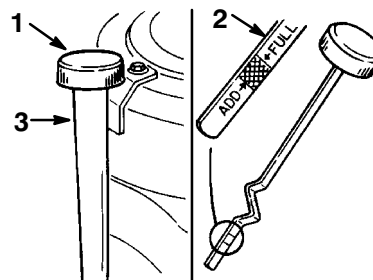

Figure 20
3. Nettoyez la surface autour de la jauge d'huile (Fig. 20) pour éviter que des impuretés s'introduisent dans le goulot de remplissage, ce qui risquerait d'endommager le moteur.
4. Dévissez la jauge d'huile et essuyez soigneusement l'extrémité métallique (Fig. 20).
5. Remettez la jauge complètement dans le tube de remplissage sans la visser (Fig. 20). Sortez de nouveau la jauge et examinez l'extrémité métallique. Si le niveau est bas, versez lentement une quantité suffisante d'huile dans le goulot de remplissage pour amener le niveau au repère du plein ("FULL").
6. Versez lentement environ 80% de la quantité d'huile spécifiée dans le goulot de remplissage (Fig. 20). Vérifiez le niveau d'huile (voir Contrôle du niveau d'huile, page 23). Faites l'appoint d'huile pour amener le niveau au repère du plein ("FULL") sur la jauge.